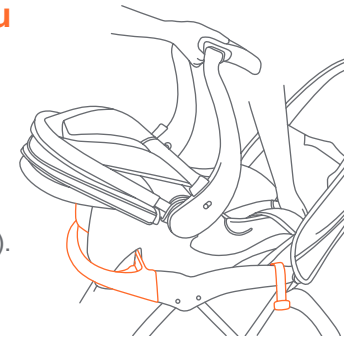

Fig. 18b
- Placez le siège d'auto orienté vers l'arrière de la poussette et la coquille du siège est bien monté et verrouillé sûr la plateau (Fig. 18b).